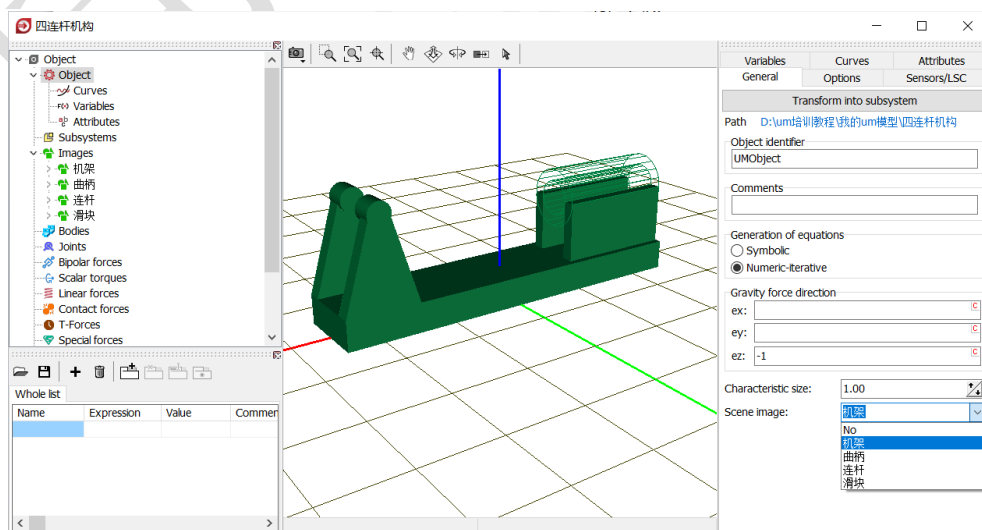

图 2-49
- 5) 由于**机架**没有自由度，所以不必要为其创建刚体，可直接将其赋给 **Base0**。如图 2-49，先在左侧模型树选中 **Object**，然后在右侧交互界面 **General** 页面下方 **Scene image** 处的下拉菜单中选择几何**机架**。